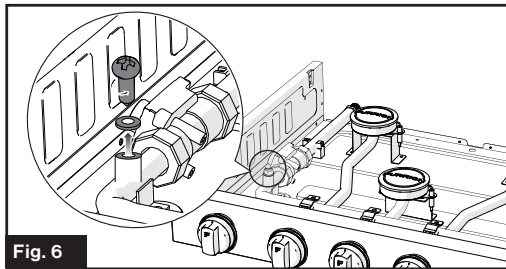

Fig. 6
2. Quite el tornillo con su junta de sellado del puerto de prueba de presión de la cocina. (Fig. 6)